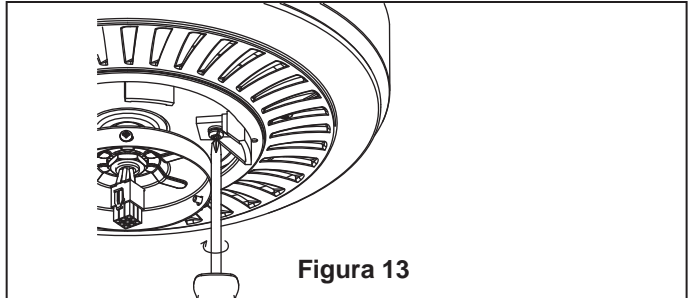

Figura 13
1. Retire y deseche los toques (de goma) del motor extrayendo los cinco tornillos. (Figura 13)